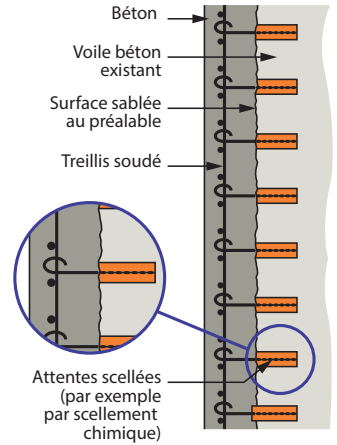

Fig.11 Contrevoile BA sur mur existant
- Renforcement par chemisage d'un mur existant à l'aide de treillis soudé et béton projeté, ou bien par application de tissus en fibres de carbone qui se raccordent au travers des planchers par l'intermédiaire de mèches de liaison. La liaison avec les fondations se fait avec des mèches d'ancrage (Fig. 11).